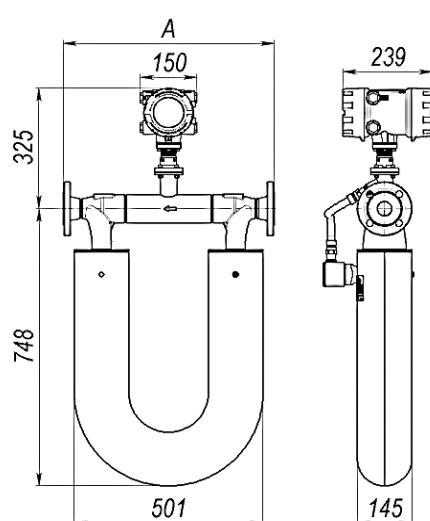

Рисунок 1 – Габаритные и присоединительные размеры преобразователя КТМ СКАЛЯРИС 050
1.4.1 Габаритные и присоединительные размеры, указанные в таблицах 6 и 7 (рисунок 1 и 2) могут отличаться в зависимости от установленных фланцев и исполнения преобразователя в соответствии с договором поставки.